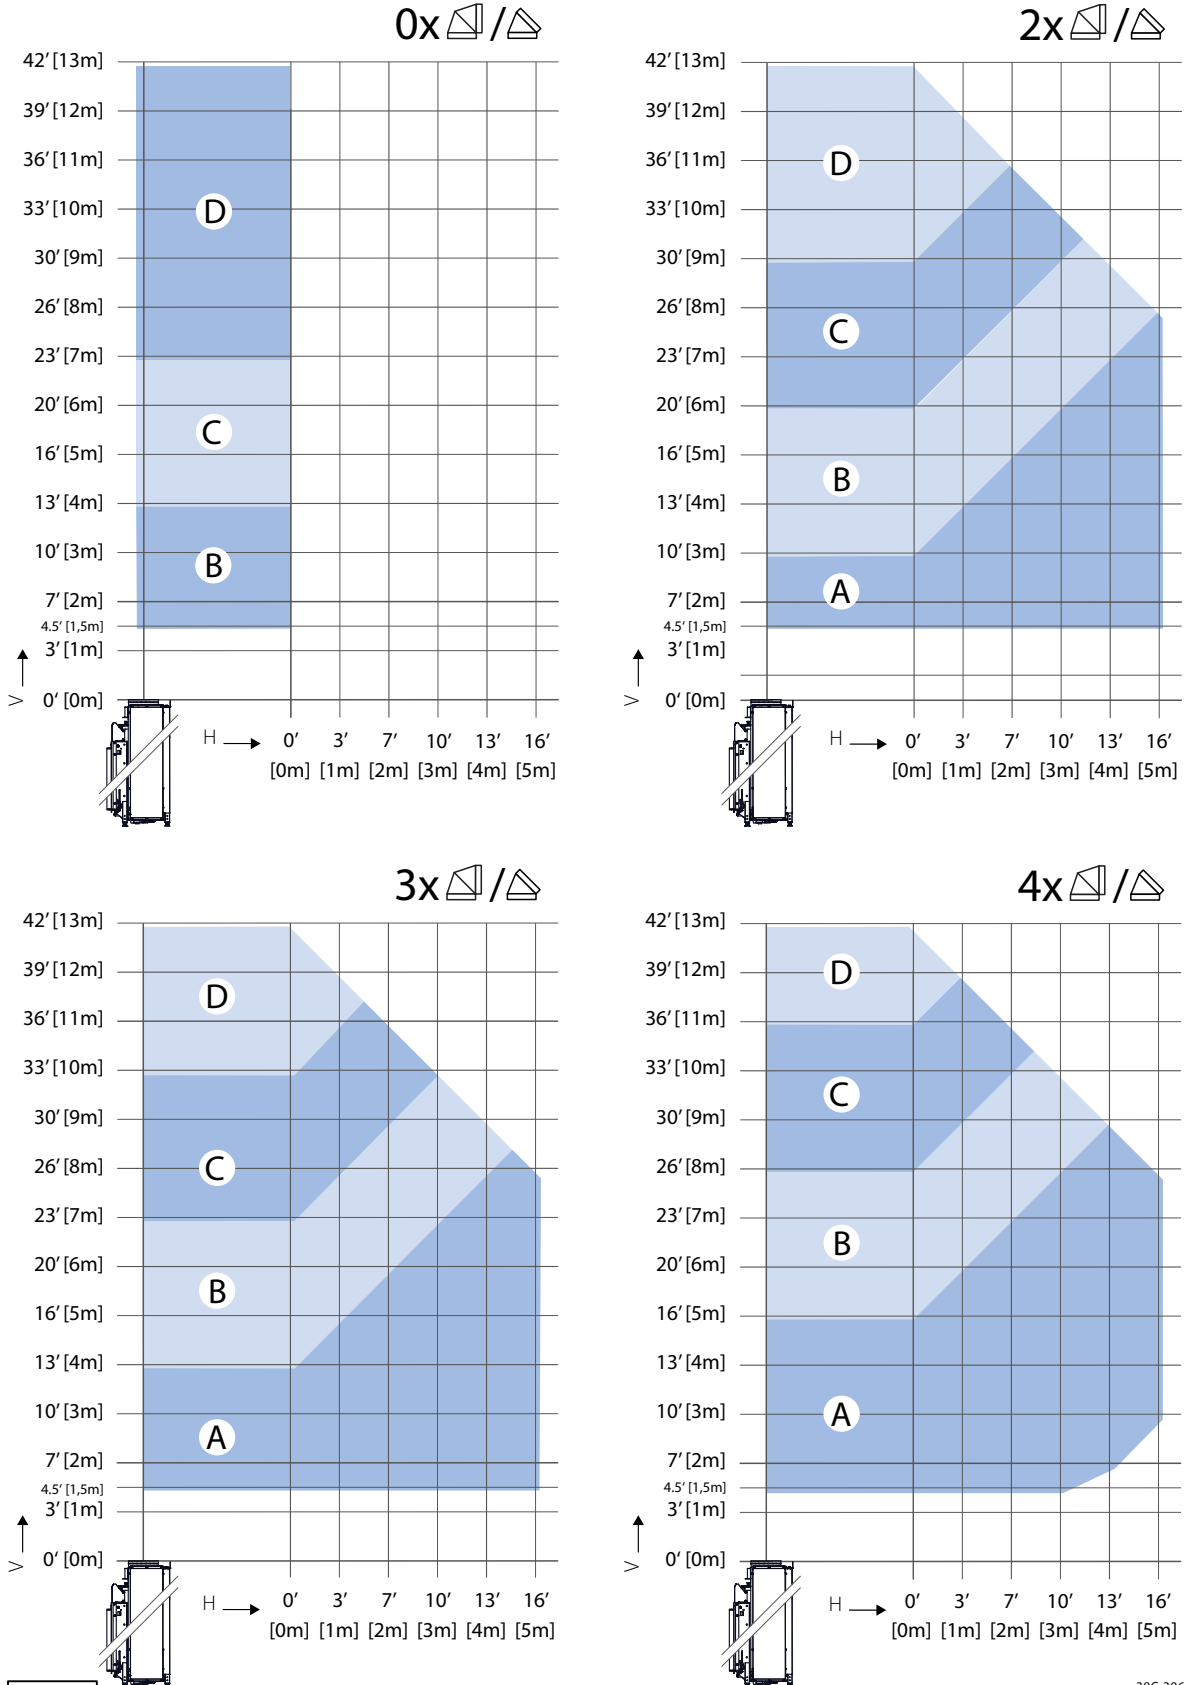

Fig. 8
Suivez les instructions décrites dans la section 10.2.2. Utilisez les valeurs et les paramètres du tableau 1 et de la figure 8 au lieu du tableau 10-2 et de la figure 10-2.
- Ouvrez de quelques tours la valve de la douille de pression du brûleur à l'aide d'un tournevis à tête plate et raccordez le manomètre (voir la figure 8, (2)).